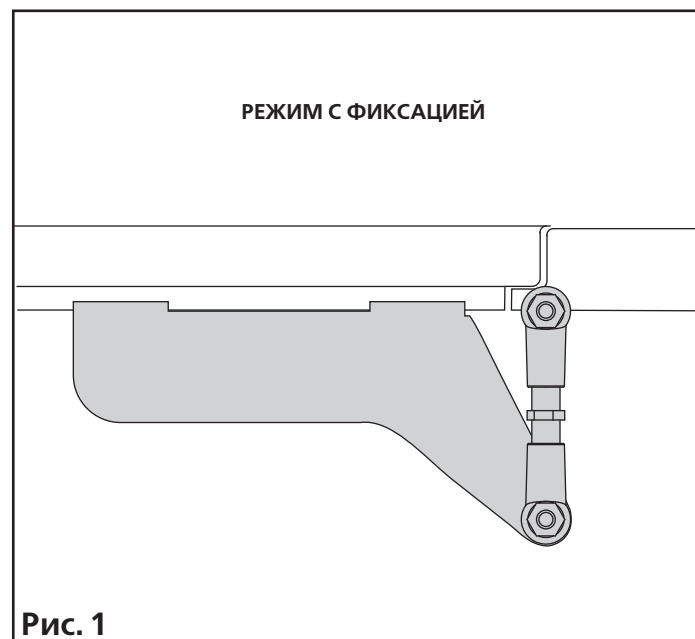

Рис. 1
4.3.1. Приложите крышку ручки наружной к ручке открытия/закрытия, наметьте и выполните два отверстия $\varnothing 3$ мм. Закрепите крышку ручки наружной на ручку открытия/закрытия двумя саморезами 4,2x16 из метизного пакета (Рис. 1, 2).
1. с фиксацией (заложено в заводских настройках) рис. 1.
1. Снимите наружную крышку (рис. 1).
1. Откройте дверь вручную открутив крышки ручек (рис. 1)